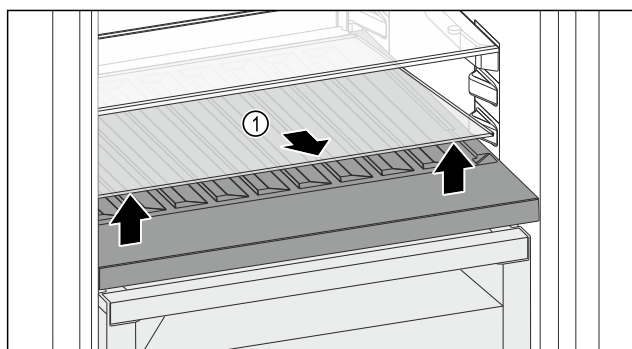

Fig. 161
- ▶ Løft glaspladen Fig. 161 (1) i udsparringen foran, og tag den ud.
- ▶ Opbevar glaspladen Fig. 161 (1) forsvarligt uden for enheden.
- ▶ Indlæg glaspladen (2) lige under den variable flaskehylde.